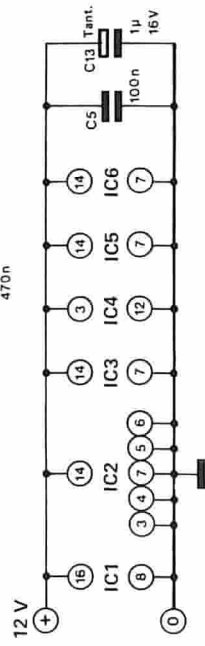
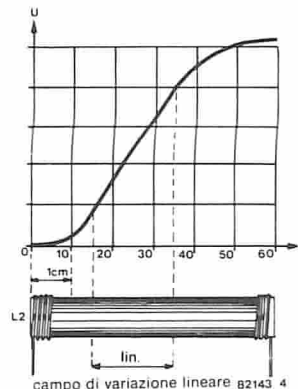

Figura 2. Schema elettrico del circuito di ciascun apparecchio telefonico.
Figura 4. La relazione tra il movimento del nucleo e la tensione d'uscita, presentata in forma di grafico: un aiuto indispensabile per una corretta taratura.
Lo schema elettrico di figura 2 è piuttosto complicato, ma il costruttore riceverà un
La serigrafia delle piste di rame ed il montaggio dei componenti sui circuiti stampati appaiono nelle figure 4 e 5. Si raccomanda vivamente di usare i circuiti stampati, perchè occorre costruire un circuito completo secondo la figura 2 per ciascuna delle derivazioni. Come già detto in precedenza, per l'intero sistema occorre un solo alimentatore.
Figura 4. Il circuito stampato per lo schema di figura 2. Per ogni telefono ce ne vuole uno. Tutti i collegamenti esterni sono portati ad uno dei margini della scheda.
Per tarare con precisione il circuito sarà necessario tracciare una curva dell'induzione, come quella di figura 4. Per prima cosa, bisognerà tarare il circuito nello stato di quiete, ossia con il nucleo completamente estratto. Controllare se l'oscillatore funziona correttamente (dovrebbe produrre un'onda sinusoidale a 13 kHz), misurando la tensione alternata nel punto M1 (vedi schema di figura 1). Se tutto funziona in modo giusto, si dovrebbe avere una lettura di 1 V_{eff} sul voltmetro. Il passo successivo consiste nel collegare il voltmetro al punto M2 del circuito. Si deve regolare P1 fino ad ottenere il minimo livello all'uscita dell'amplificatore differenziale A2. Nel prototipo si otteneva una lettura di circa 0,074 V_{eff}. All'uscita del circuito (M3) dovrà essere collegato un voltmetro, digitale o d'altro tipo, in grado di misurare tensioni continue. Per constatare come sarà la curva "di risposta" del circuito, non resta che fare una prova pratica e prendere nota dei risultati con carta, matita e righello. Infilare il nucleo spingendolo dentro la bobina di un mm alla volta, prendendo nota ad ogni passo della tensione d'uscita. Collegando tra loro i diversi punti, si potrà disegnare una curva (vedi figura 4). Potrete rilevare dalla suddetta curva, che la relazione tra il movimento del nucleo e la tensione d'uscita è lineare solo entro determinati limiti. Con tutti questi dati a disposi-
- Ultima, ma non meno importante, la figura 4, che illustra un circuito standard di filtro a variabile di stato.
Per il modo di operazione che appare in figura 4 sono necessarie alcune parole di avviso. Permettendo bassi rapporti R2/R4 ed un elevato fattore Q, l'uscita del passa-basso mostrerà un offset c.c. di un paio di volt e perciò converrà inserire una regolazione dell'offset stesso. In un caso di questo genere, suggeriamo di usare, per regolare l'offset, il metodo della figura 5.
Il filtro a variabile di stato è rappresentato in figura 4. Esso dispone di un'uscita in passa-banda, di una in passa-alto e di una in passa-basso. Si potrà realizzare molto facilmente una
Figura 4. Una delle due metà di un MF 10 usata come filtro universale di secondo ordine per uscite passa-alto, passa-banda, passa-basso e notch. Per la funzione "notch" necessita un amplificatore operazionale supplementare. In questo schema, il piedino 6 dovrà essere collegato ad Ub.